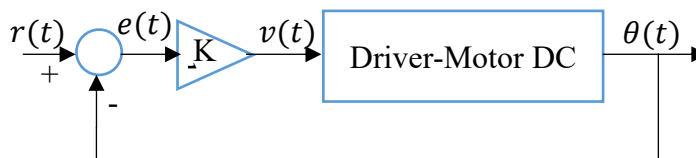

Figura 2.
- a) Obtener el modelo experimental del motor DC cerrando el lazo de control y midiendo la posición angular. Cerrar el lazo utilizando un circuito restador y una ganancia K , tal como se muestra en la figura 2. Comenzar con un valor de ganancia $K=1$;